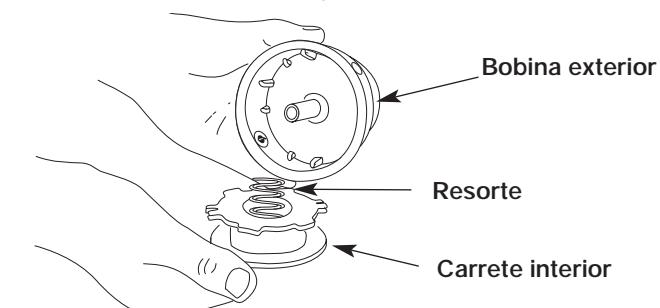

Fig. 13
2. Saque el carrete interior de la bobina exterior (Fig. 13).
3. Saque el resorte del carrete interior (Fig. 13).
- Saque el carrete interior viejo de la bobina exterior (Fig. 13).
- Saque el resorte del carrete interior viejo (Fig. 13).